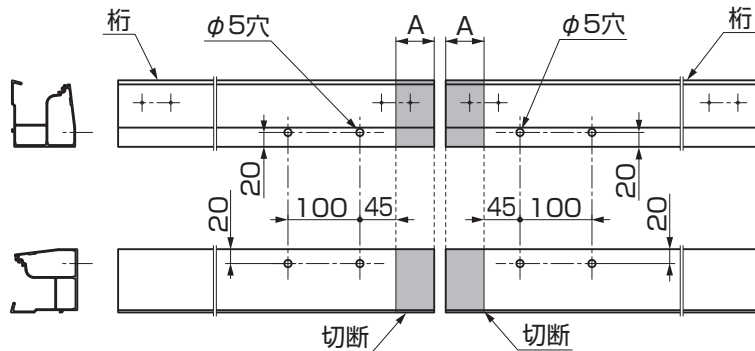

図1-1
- ① 桁の連結側に連棟用の切断と穴加工をしてください。(表1-1、図1-1参照)
- ② 桁に桁連結スリーブを差込み、【10-4】で取付けてください。